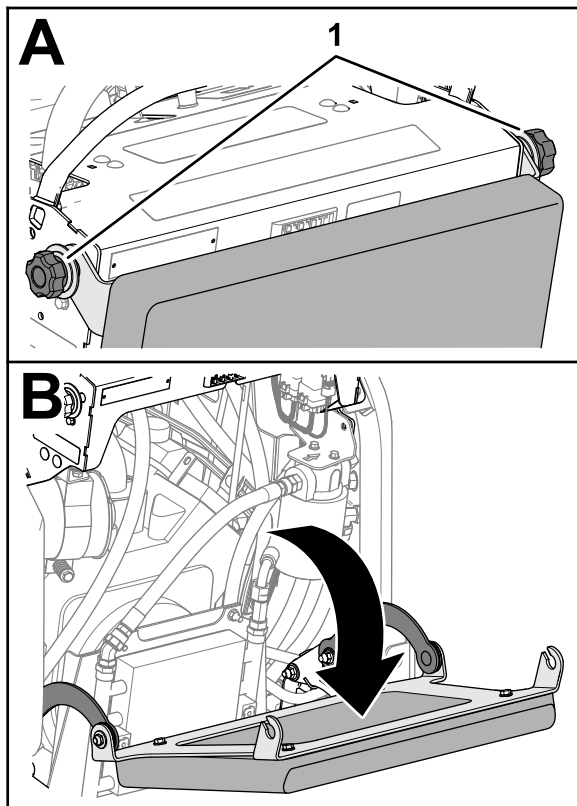

Figure 67
1. Desserrez les 2 boutons qui retiennent le coussin de l'utilisateur sur la tour de commande (Figure 67).
2. Abaissez le coussin de l'utilisateur (Figure 67).